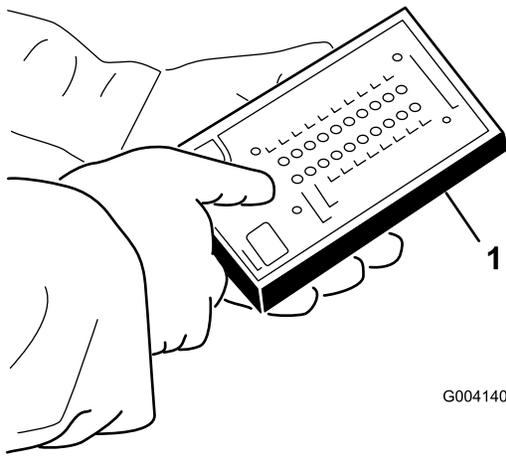

Figure 40
4. Branchez le connecteur de l'outil de diagnostic ACE au connecteur de diagnostic (Figure 40).